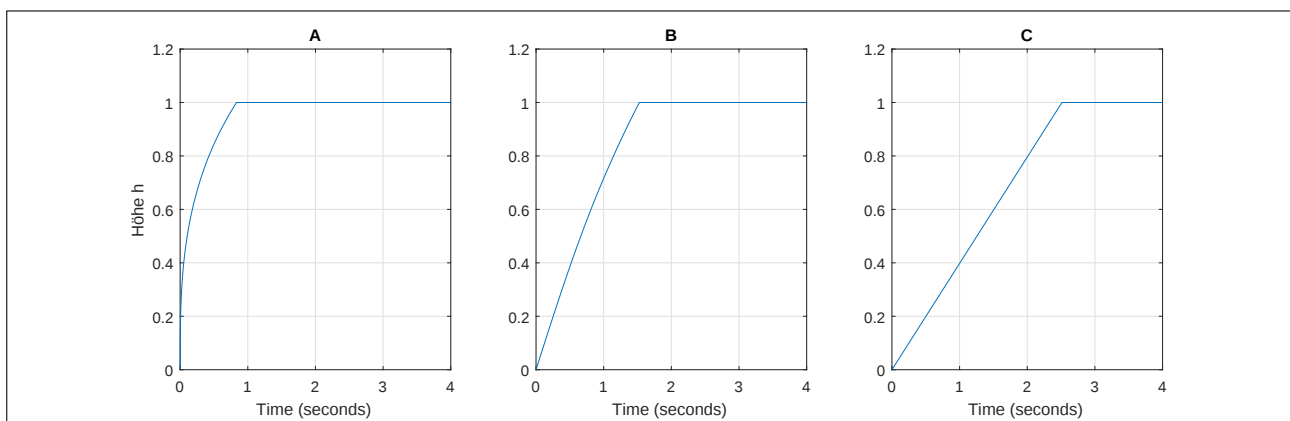

Abbildung 5
- b) i) Abbildung 5 zeigt den jeweiligen Verlauf des Pegelstandes $h(t)$ bei Sprunganregung $q_{zu}(t) = \sigma(t)$. Ordnen Sie die Sprungantworten A – C den Systemen 1 – 3 zu.